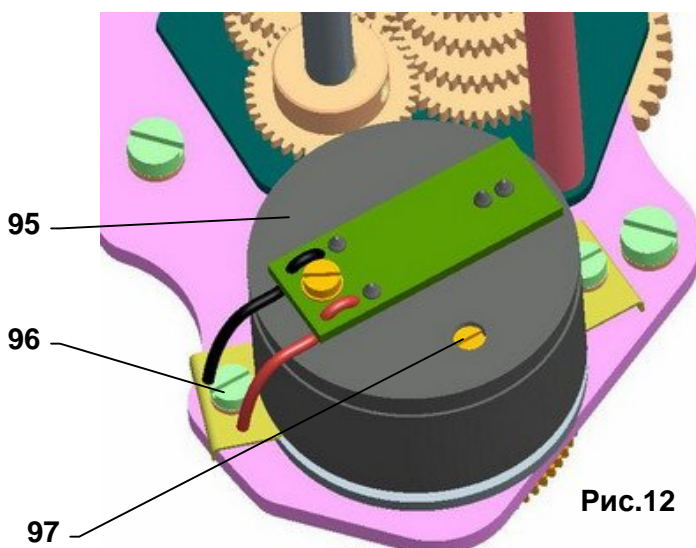

Рис.12
4.7 Установка емкостного датчика) СРТ1/А (рис.12)
С помощью триммера (97), Рис.12 можно унифицировать выходной сигнал емкостного датчика установить его для любой величины хода, отвечающей приблизительно 50% - 100% производителем установленной величины рабочего хода, приведенной на типово щитке ЭП.
Перед настройкой датчика DCPT3M (Рис. 12), должны быть настроены концевые микровыключатели положения S3 и S4. Настройка датчика заключается в настройке величины выходного сигнала в крайних положениях ЭП.